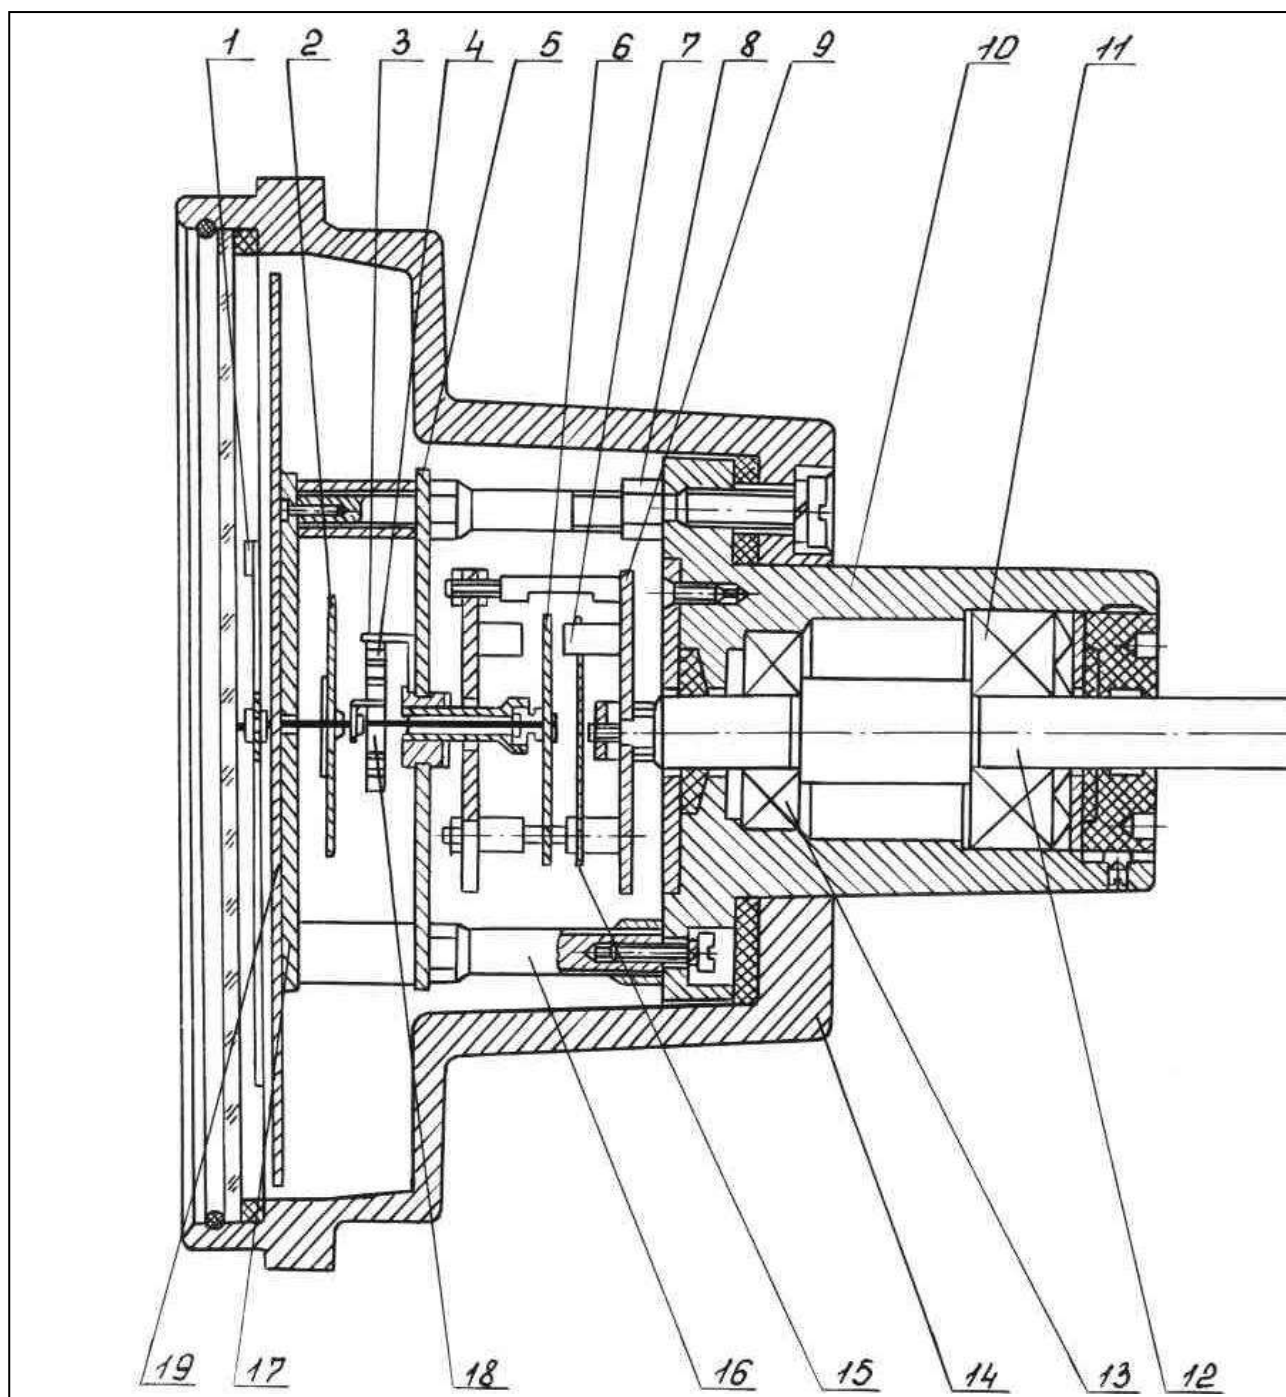

Рис.1
3.2 Тахометр (рис.1) состоит из измерительного механизма и привода, смонтированных в корпусе 14.